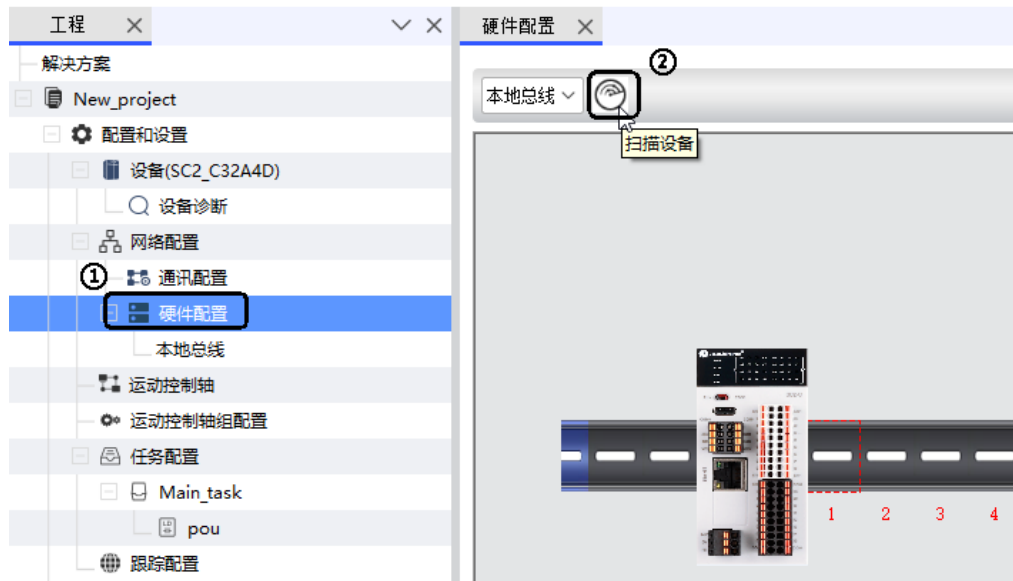

图 6.3 PLC 本体背板扫描
- ① 在设备树中，鼠标左键双击“硬件配置”进入 PLC 本体模块配置界面；
- ② 鼠标左键单击“扫描设备”，如图 6.3 所示
- ③ 鼠标左键单击“复制所有设备到工程中”，即可完成本体扩展模块的扫描，扫描结果